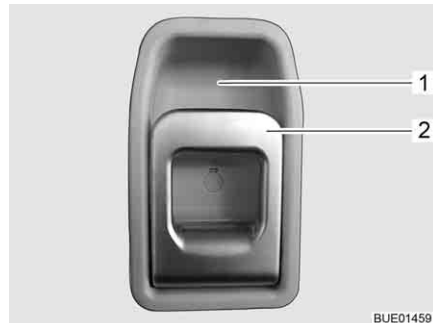

Fig. 32 Cerradura de la puerta de entrada, en el interior
- Tirar del tirador (Fig. 32,2). Se desbloqueó la cerradura de la puerta.
- Presionar la parte superior del tirador (Fig. 32,2) hacia el alojamiento del tirador (Fig. 32,1).